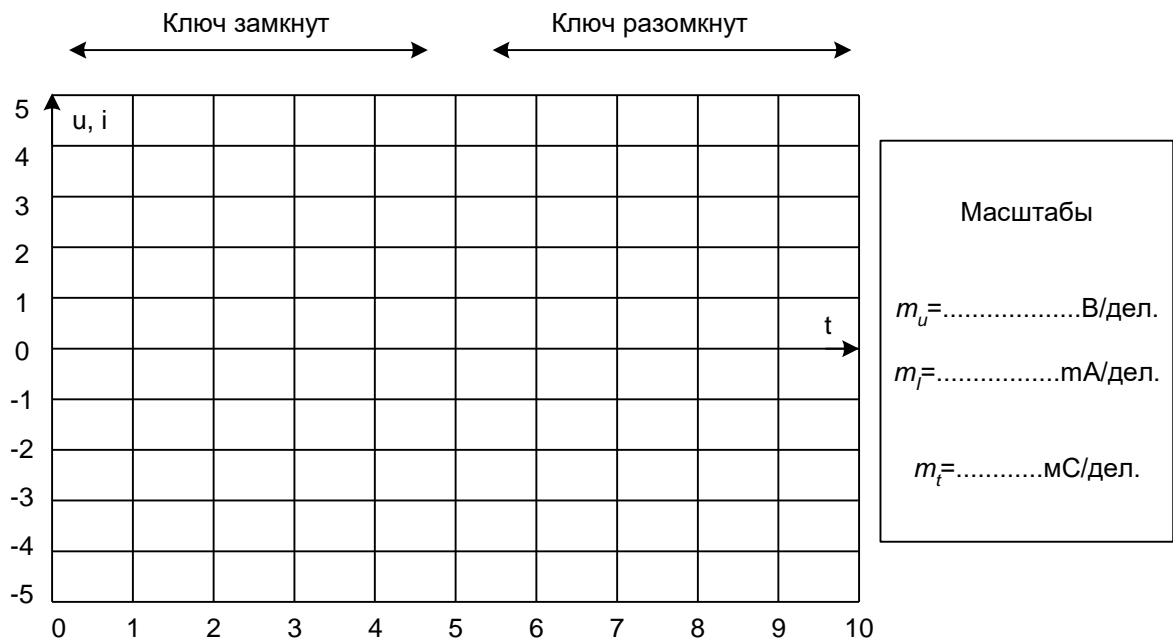

Рисунок 2
1.2. Включите осциллограф, установите развёртку 0,5 мС/дел и перерисуйте изображение тока и напряжения на катушке на график (рис. 2). Не забудьте указать масштаб для каждой кривой. Определите по графику или непосредственно по осциллографу докоммутационные ($t = 0_-$) начальные ($t = 0_+$) и установившиеся ($t \rightarrow \infty$) значения токов и напряжений на катушке в двух случаях: 1 – *ключ замыкается*; 2 – *ключ размыкается*. Запишите их в таблицу 1.